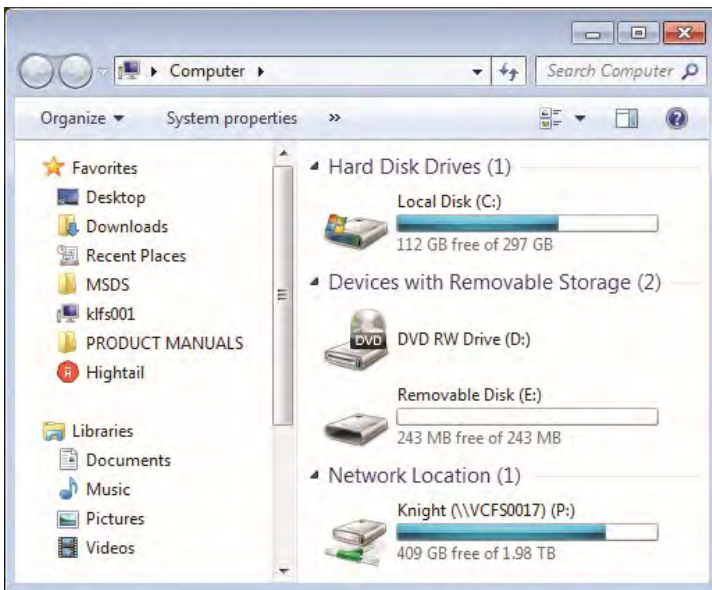

Fig. 1
- B. Open My Computer. See Fig. 1.